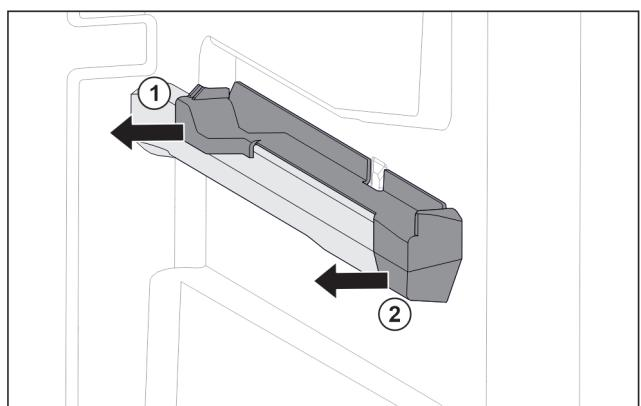

Fig. 71 Вставная часть на правом контейнерном ребре
- Отодвиньте вставную часть сзади в сторону. Fig. 71 (1)
- Отодвиньте вставную часть спереди в сторону. Fig. 71 (2)